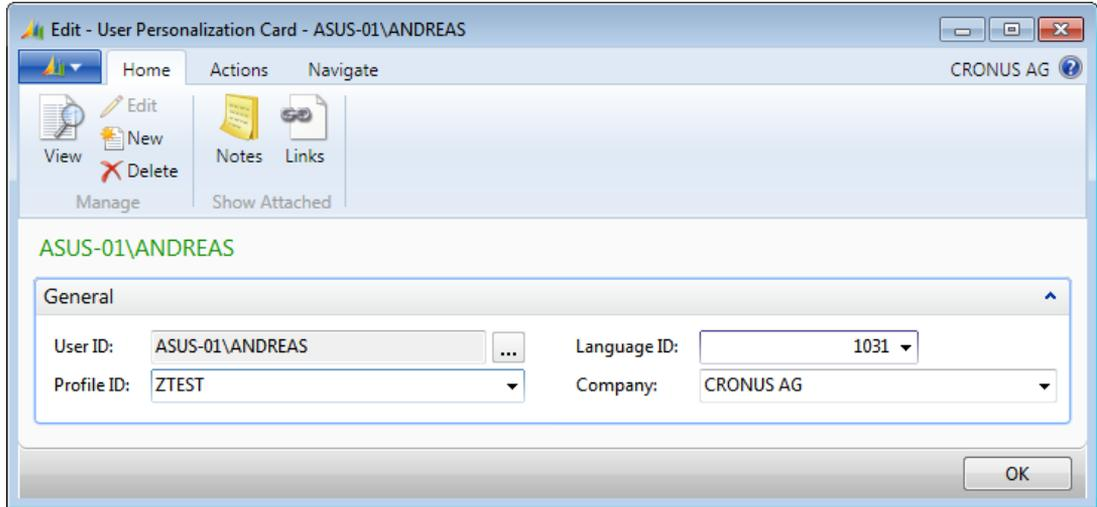

Abbildung 3.5 Profilzuordnung in der Benutzeranpassung (englische Benutzeroberfläche)
- In der Benutzeranpassungsübersicht wählen Sie die Zeile mit Ihrer *Benutzer-ID*. Per Doppelklick öffnen Sie die Seite im Bearbeitungsmodus, wo Sie das neue Profil »ZTEST« in die Profil-ID eintragen und wieder Deutsch als Sprache wählen (siehe Abbildung 3.5).